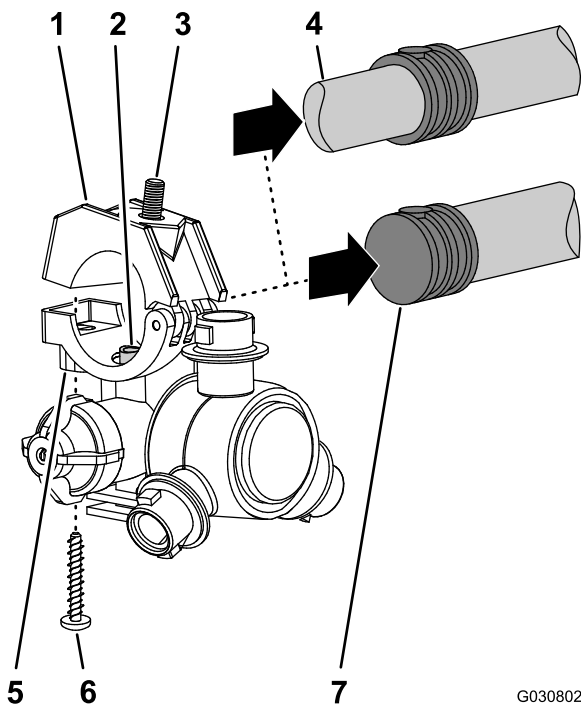

图 120
5. 使用在步骤 1 中卸下的 8 个喷嘴拧下将夹具上半部分和双或单宝塔软管柄 $\frac{3}{4}$ 英寸固定至各个喷嘴主体的不锈钢螺丝 #12 x $1\frac{1}{4}$ 英寸然后卸下宝塔软管柄图 120。